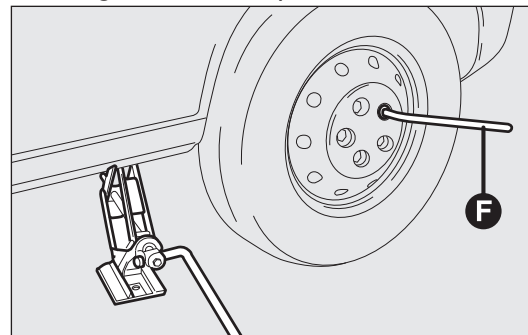

fig. 165
- ☐ dévisser complètement avec la clé F-fig. 165 les boulons et extraire la roue;